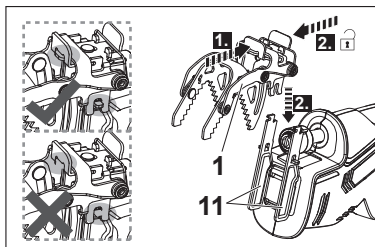

Fig. 12
3. Relâchez le levier de serrage [2] et assurez-vous qu'il s'est bien verrouillé en place (Fig. 12).